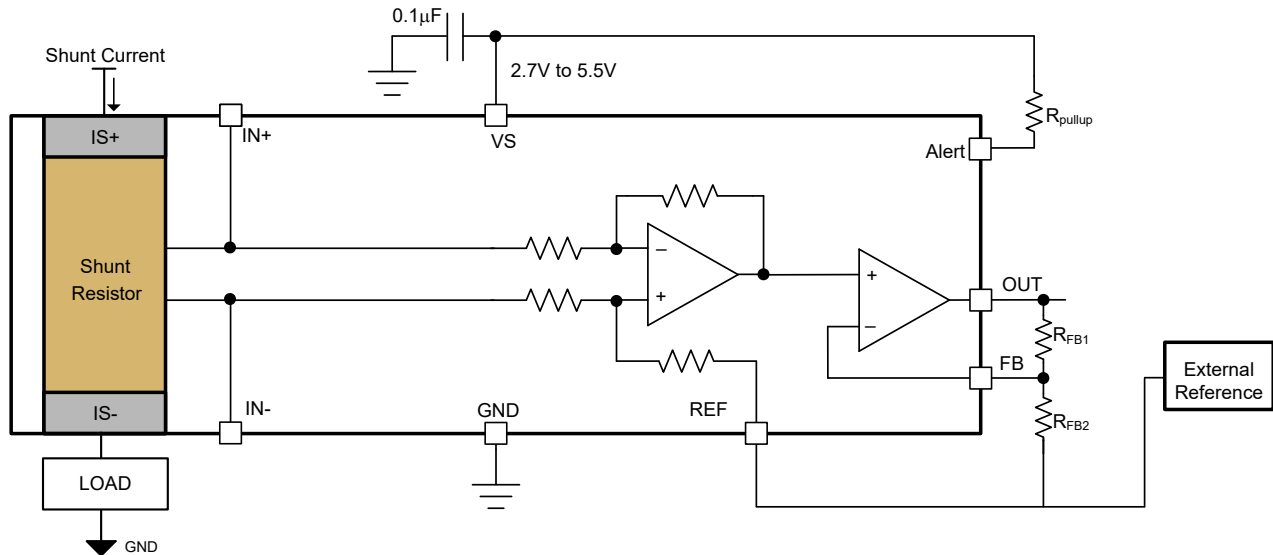

图 6-7. 通过外部电阻分压器实现的可调增益设置
INA751x 支持通过两个外部电阻网络进行增益调整。默认增益为 40mV/A，借助增加的外部可调增益电阻器网络，总增益 (G) 最高可达 800mV/A。图 6-7 显示了配置用于增加外部增益的两个外部电阻器 R_{FB1} 和 R_{FB2} 。方程式 2 可用于计算外部可调增益，方程式 3 显示了具有外部可调增益的系统的总增益。REF 引脚和电阻 R_{FB2} 的一端根据 OUT 引脚上所需的电压连接到外部基准，如使用基准引脚调整输出中所述。